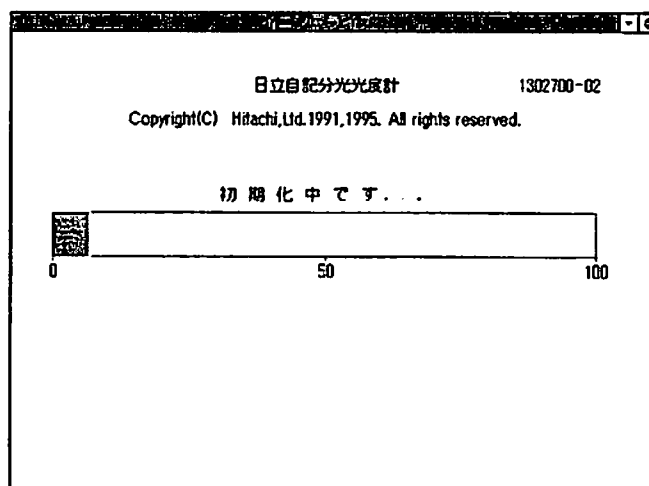

図 2.6-1 イニシャライズ画面
2.6.1 イニシャライズ処理 光度計、データ処理の電源スイッチを ON にしますと、10 数秒後、図 2.6-1 に示す画面が表示されます。